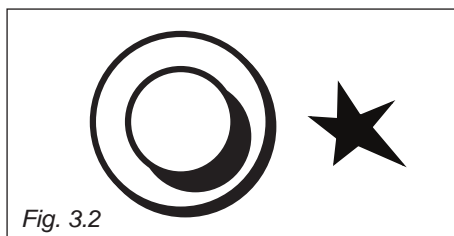

Fig. 3.2
2. Premere il pulsante di accensione (fig. 3.2). La scintilla prodotta dall'elettrodo posizionato vicino al bruciatore accenderà il bruciatore scelto.